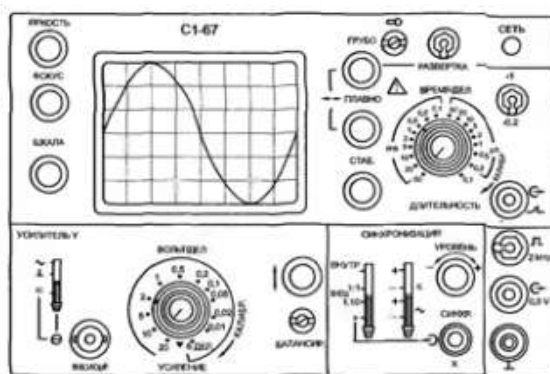

Рисунок 16 – Лицевая панель осциллографа С1-67
1. Изучите примеры по формированию синусоидального и импульсного сигналов при помощи осциллографа С1-67 (рис.16).